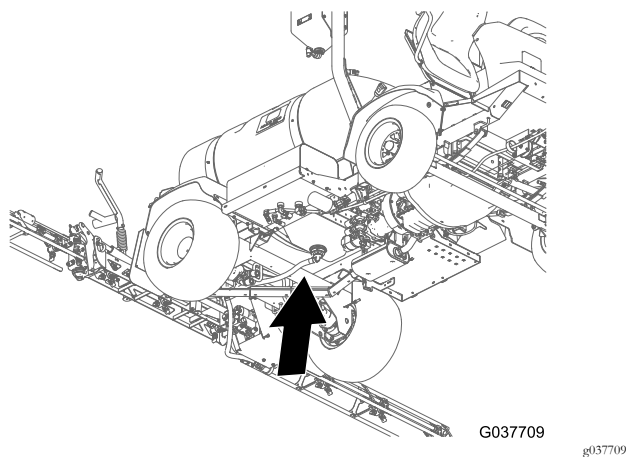
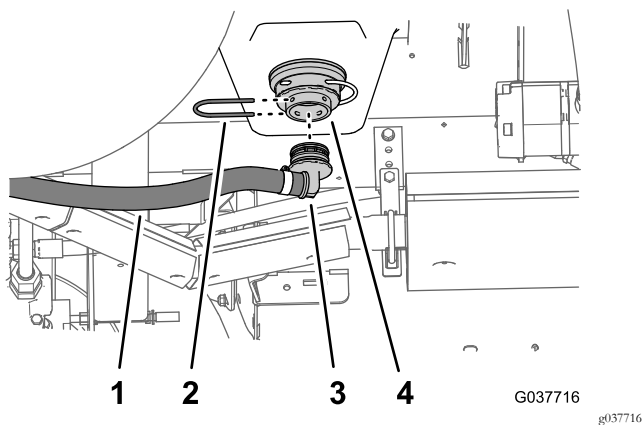

Figura 75
Figura 76
4. Montate il raccordo a 90° del flessibile di spurgo - 2,5 x 67 cm (1 x 26-1/2 poll.) con il raccordo dell'adattatore nella parte inferiore del serbatoio dell'irroratrice (Figura 75 e Figura 76).
5. Fissate il raccordo a 90° del flessibile al raccordo dell'adattatore con il fermo (Figura 76) che avete rimosso al passaggio 1 di Rimozione dei flessibili di bypass e spurgo (pagina 15).